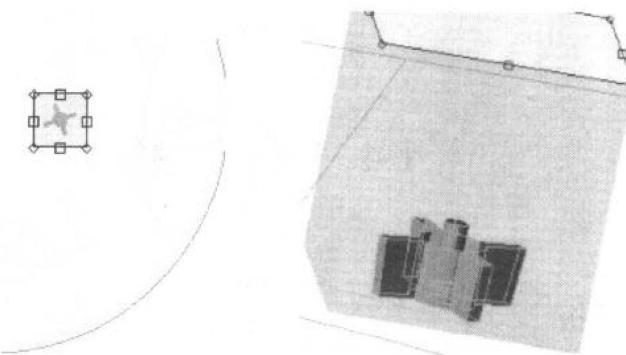

图 1-13
- (1) 激活装配并将工件显示出来。
- (2) 新建一个放电区域，在特征向导中选择 Fit To Selection (适当选取) 的图标 ，如图 1-13 所示。